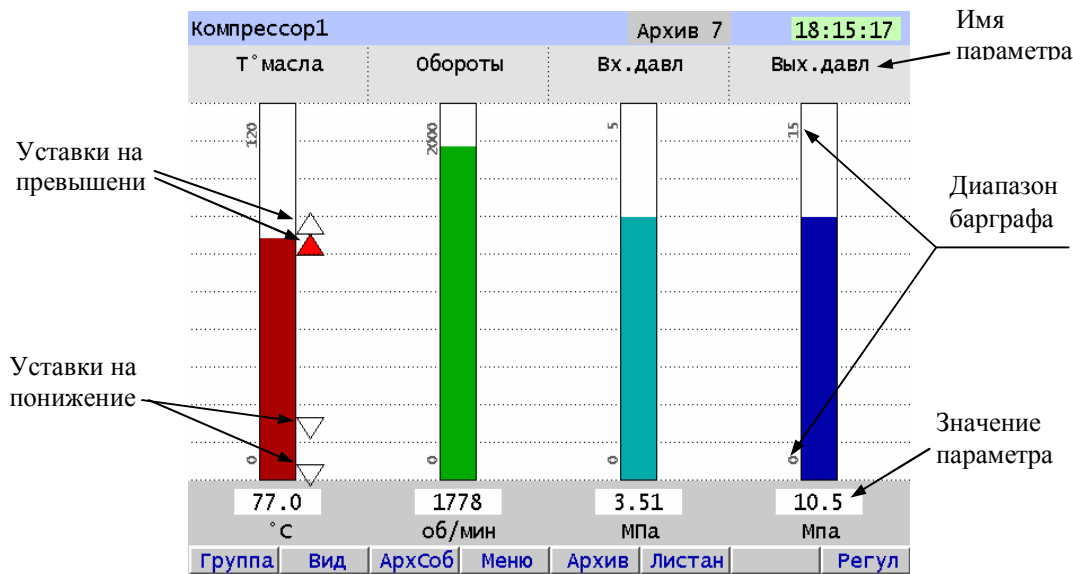

Рисунок 6.4 – Пример отображения текущих значений параметров в виде барограмм
- барограммы одной группы каналов (рисунок 6.4);